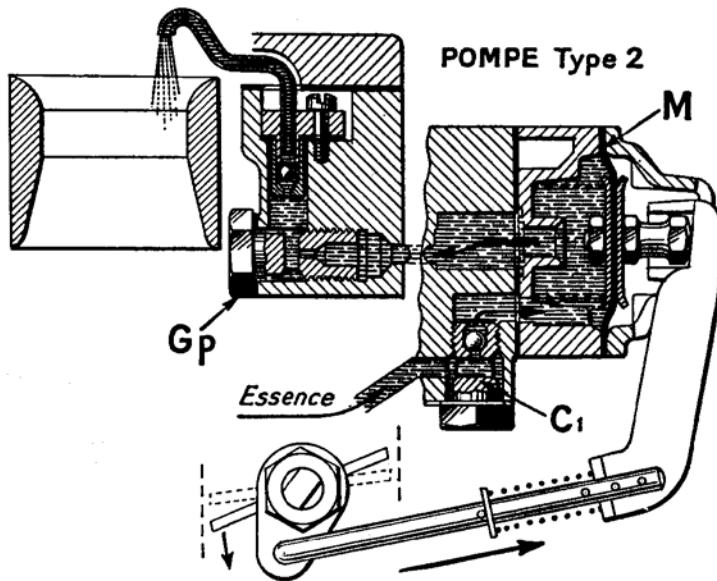

Fig. 21. — Début d'ouverture du papillon de gaz.
- ou bien la pompe ne comporte aucun de ces dispositifs et le chiffre caractéristique de la dimension est suivi du chiffre 2 (pompes 72, 82, 92) (Fig. 21),